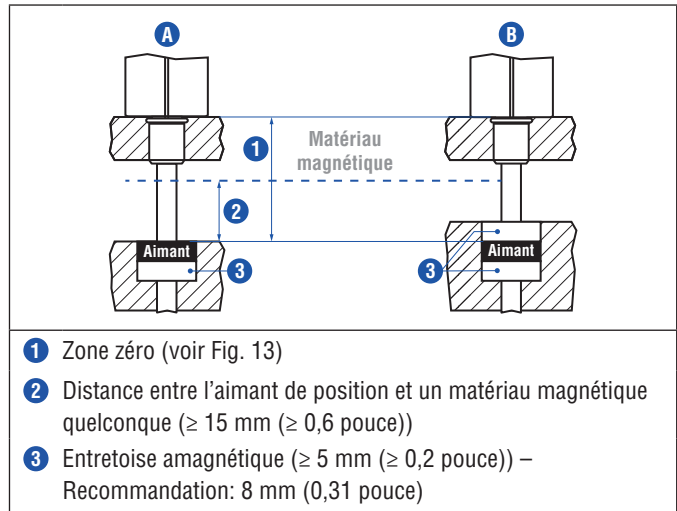

Fig. 11: Installation dans le cas de matériaux magnétiques
- La distance minimum entre l'aimant de position et un matériau magnétique quelconque doit être de 15 mm (0,6 pouce) (Fig. 11).
- Si aucune autre option n'existe et que des matériaux magnétiques sont utilisés, respecter les dimensions spécifiées (Fig. 11).
Dans le cas de matériaux magnétiques, les dimensions de la Fig. 11 doivent être respectées.